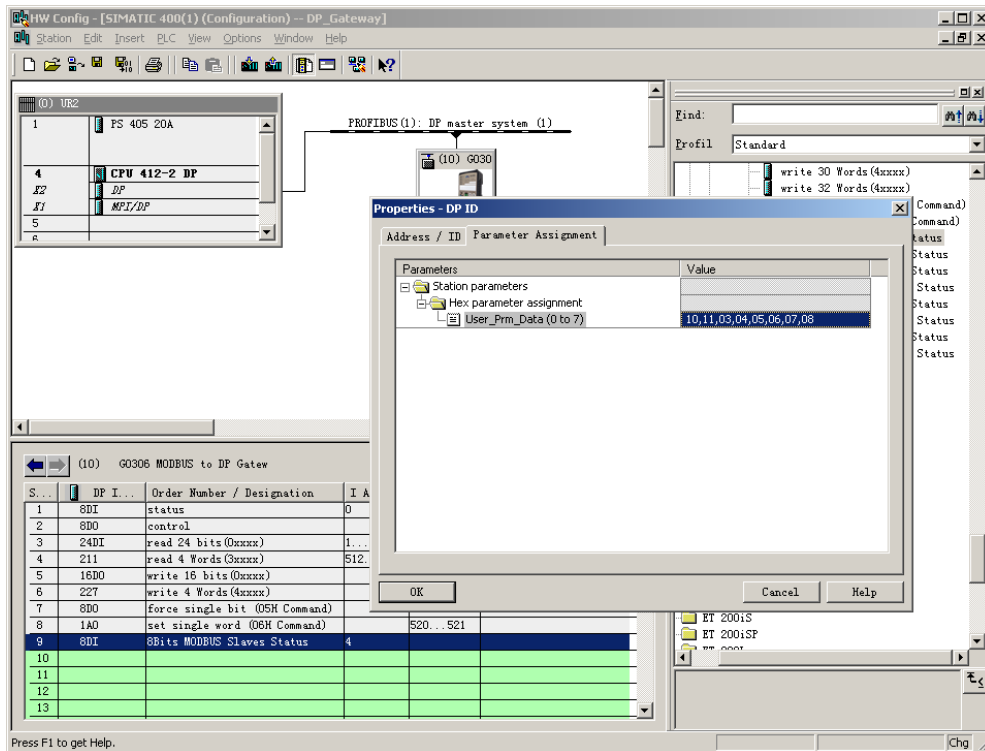

图 36 配置要监测的从站地址
c) 配置“8Bits MODBUS Slaves Status” 模块用户参数，如图 36 所示：
如图 36 所示，每个设备对应于一个字节的模块用户参数。前例中，一共配置了两个从站 10、11，所以将这两个地址填入到模块用户参数中。